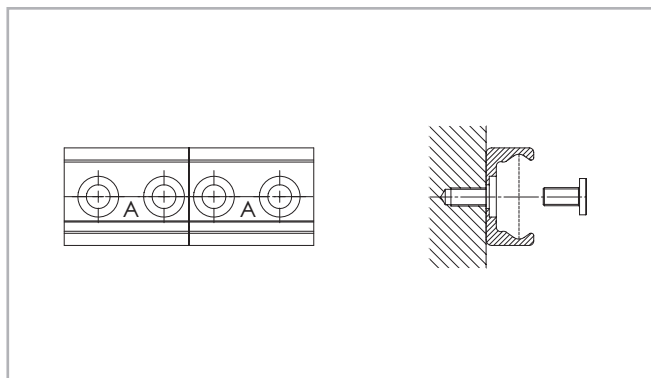

Fig. 172
- (3) Colocar el útil para alinear en la unión de guía y apretar ambos tornillos uniformemente hasta que las pistas de rodadura estén alineadas (véase Fig. 172).
- (4) Posteriormente al paso anterior (3) controlar si ambas guías se apoyan en plano sobre la superficie de montaje. Si ha quedado un hueco nivelarlo.